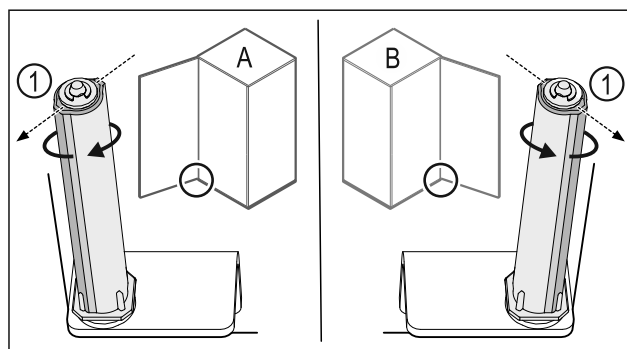

Fig. 45 左门挡(A) / 右门挡(B)
- 克服阻力转动关门系统，直至关门系统 Fig. 45 (1)的连接片朝外。